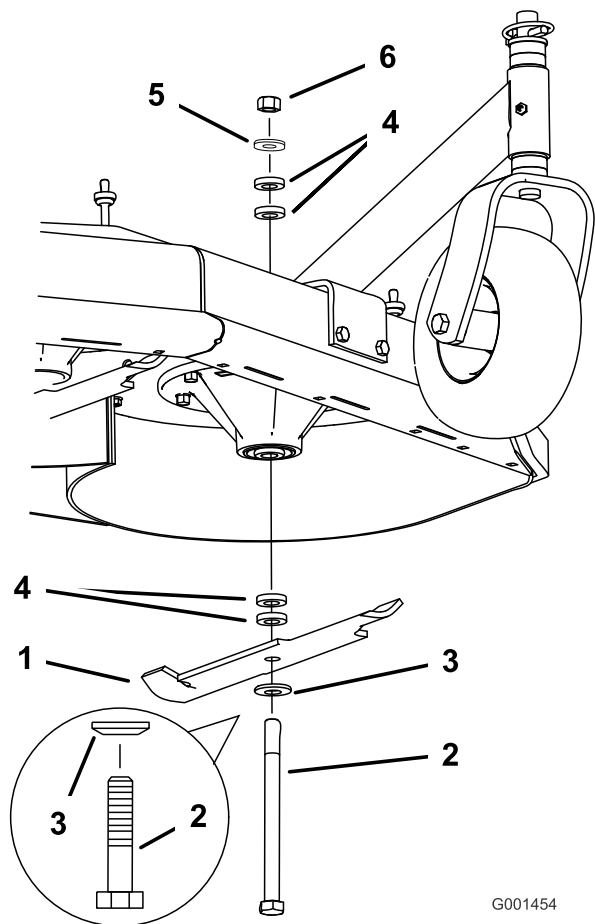

Figura 12
3. Sujete el perno de la cuchilla y retire la tuerca (Figura 12).
4. Retire el perno de la cuchilla del eje y cambie los espaciadores según sea necesario (Figura 12).
5. Instale el perno de la cuchilla, la arandela curva y los espaciadores adicionales, y sujete todo con una arandela fina y una tuerca (Figura 12).